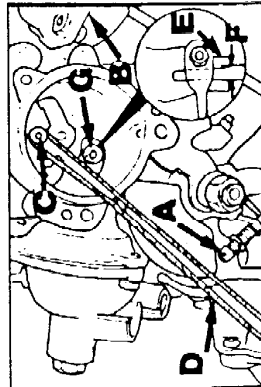
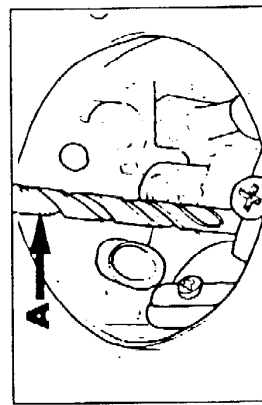

Рис. 4 Регулировка частоты вращения холостого хода холодного двигателя
Рис. 5 Зазор воздушной заслонки
- Отсоедините шланг с выходного отверстия вакуумного блока холодного пуска (В, Рис. 4).
- Вытяните приводной рычаг (С, Рис. 4) и зафиксировать резиновой лентой (D, Рис. 4).
- Нажмите на тягу и рычаг в направлении стрелки (G, Рис. 4) и проверьте зазор воздушной заслонки при помощи калибра (А, Рис. 5) или сверла соответствующего диаметра.
Если величина зазора выходит за допустимые пределы, произведите регулировку уменьшая или увеличивая зазор "F" на регулировочной вилке (E, Рис. 4).